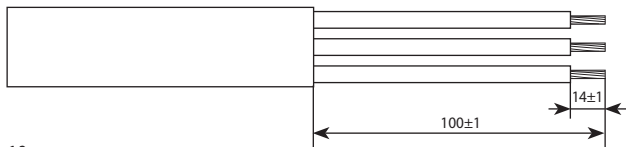
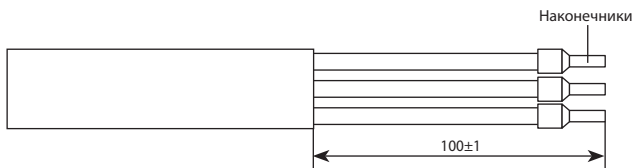

Рис. 10
Рис. 11
4.1.10. Подготовка установочного провода для подключения к питанию. Зачистить установочный провод согласно рис. 10, затем надеть наконечники штыревые и опрессовать, как показано на рис. 11.